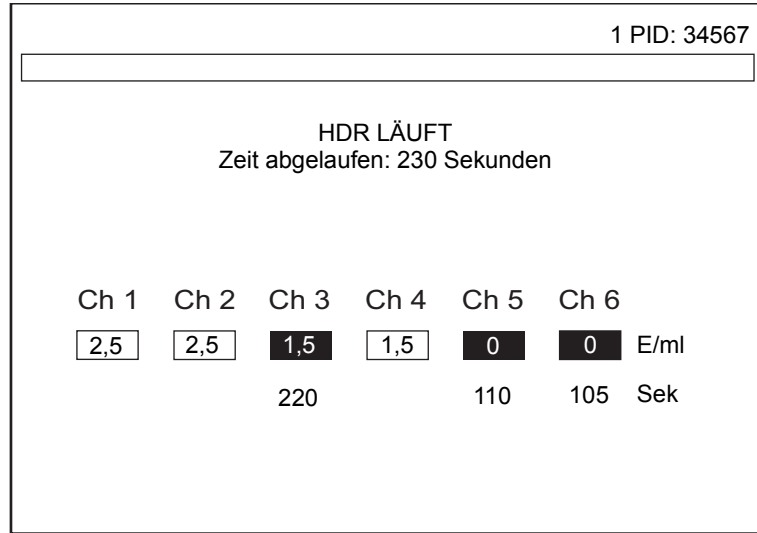

Abbildung 5-8. Bildschirm HDR LÄUFT
Nach Abschluss der Probenverteilung wird der Bildschirm HDR LÄUFT angezeigt (siehe Abbildung 5-8). Dieser Bildschirm zeigt — eingerahmt — die Heparinkonzentration für jeden der sechs (6) Kanäle der HDR-Kartusche an.